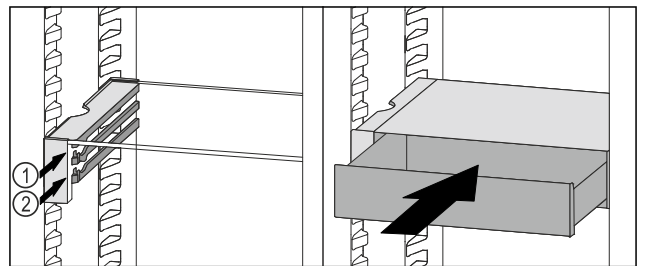

Fig. 99
- ▶ 将 VarioSafe 抽屉放置在所需肋梁 Fig. 99 (1) 或 Fig. 99 (2) 上的止动器后面。